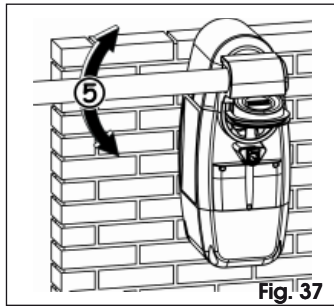

Fig. 37
4. Move the rod manually, Fig. 37.